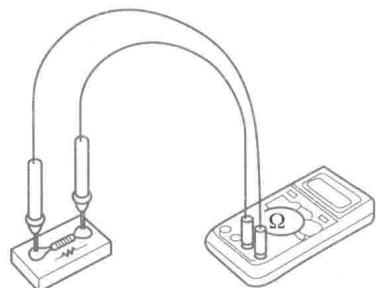

图 2-6 电阻的测量
5. 如图 2-6 所示，将两支表笔的测试端接到被测电阻 R 两端的导电部分，保持良好接触，被测电阻值将同时显示在显示屏上。